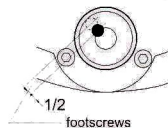

Fig.10
- a. Invertiti de surubul reglaj pana bula intra jumatate in cerc din centru (Fig. 10)